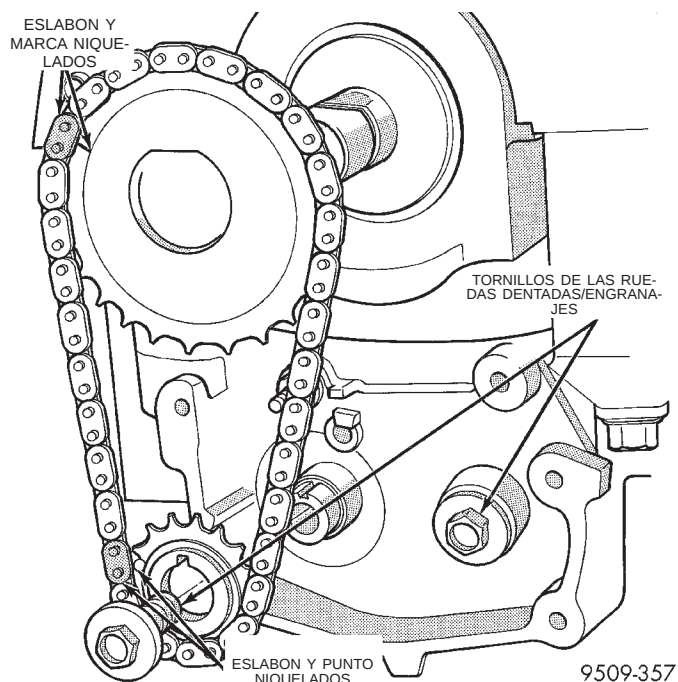

Fig. 41 Cadena propulsora y ruedas dentadas
(4) Retire los tornillos de retén de la rueda dentada de la cadena y del engranaje del eje regulador, y retire la rueda dentada de la cadena del cigüeñal. Retire el conjunto de cadena y rueda dentada (Fig. 41). Con dos palancas anchas, mueva la rueda dentada hacia atrás y hacia adelante hasta extraerla del eje.